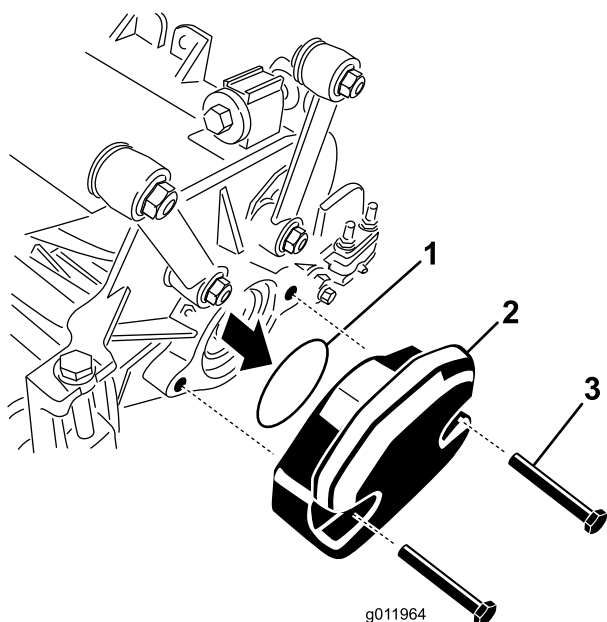

Figura 6
1. Sull'apparato di taglio n° 3 togliete le 2 viti a testa cilindrica che fissano il contrappeso al lato sinistro dell'apparato di taglio e rimuovete il contrappeso (Figura 6).